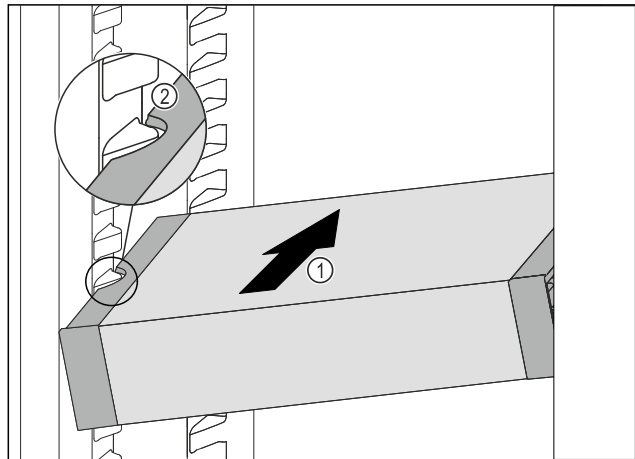

Fig. 155
- ▶ VarioSafe schuin in het koelgedeelte schuiven Fig. 155 (1), tot de uitsparingen aan de zijkant Fig. 155 (2) van de VarioSafe op de hoogte van de rib in het koelgedeelte zitten.